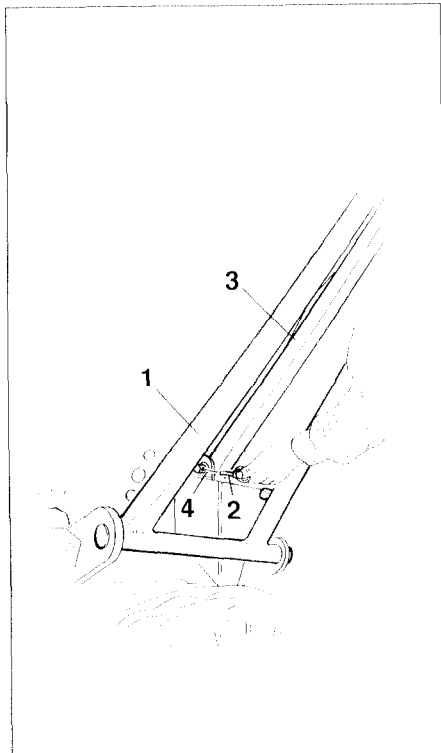

Fig. 20.7
- Zugdeichsel (Fig. 20.7/1) festhalten und Klappstecker (Fig. 20.7/2) entfernen.
- Stützstrebe (Fig. 20.7/3) aus der Halterung (Fig. 20.7/4) ziehen und Zugdeichsel nach unten klappen.
Niemals mit der Hand zwischen Zugdeichsel (Fig. 20.7/1) und Stützstrebe (Fig. 20.7/3) greifen!